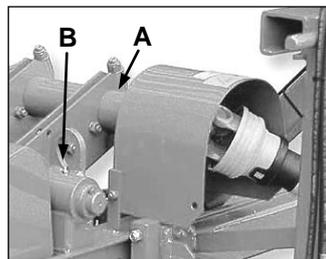
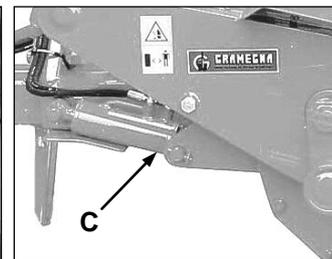

fig. 1
fig. 2
- Inspeccionar y apretar los tornillos de las azadas (fig. 1 n. 7).
- Engrasar el soporte del árbol de la toma de fuerza en el punto A (fig. 1)
- Engrasar las articulaciones de inclinación de la cavadora en los puntos B (fig. 1) y C (fig. 2)